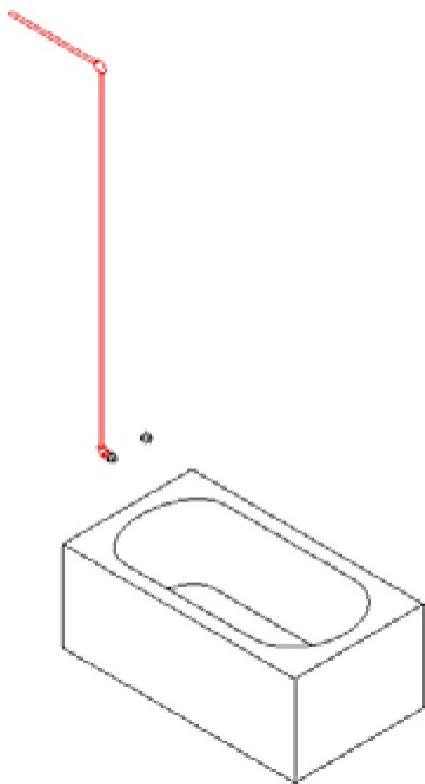

图3-29
- 直接拖动已绘制的管道到相应的浴盆管道连接件上，管道将自动捕捉浴盆上的管道连接件，完成连接，如图3-29所示。